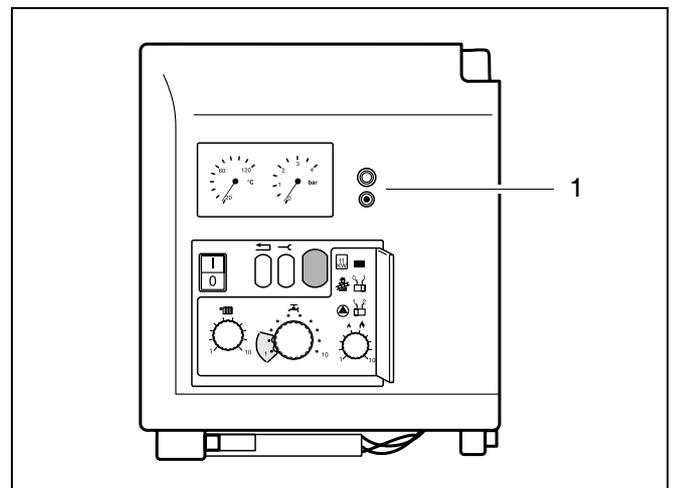

Fig. 13 Service Connector
- pos. 6: Ponte non conduttore
Dietro allo sportellino del rivestimento è inserito un Service Connector (fig. 13, pos. 1). Se sono disponibili strumenti di servizio, questi possono essere collegati alla caldaia attraverso il Service Connector. Con il service connector è possibile leggere lo stato e il funzionamento della caldaia, verificare componenti e rilevare rapidamente la causa di un problema.